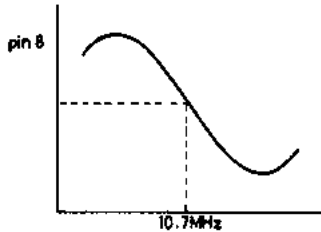
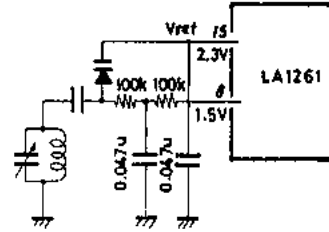

図1
図2 国内 (下側局発) バンド
- ・ 検波コイル推奨値をつぎに示す。（図1参照）
BピンFM出力端子のSカーブは 図1のように変化する。したがって 図2, 3 のように国内バンド (下側局発) と国外バンド (上側局発) とで使い分けていただきたい。